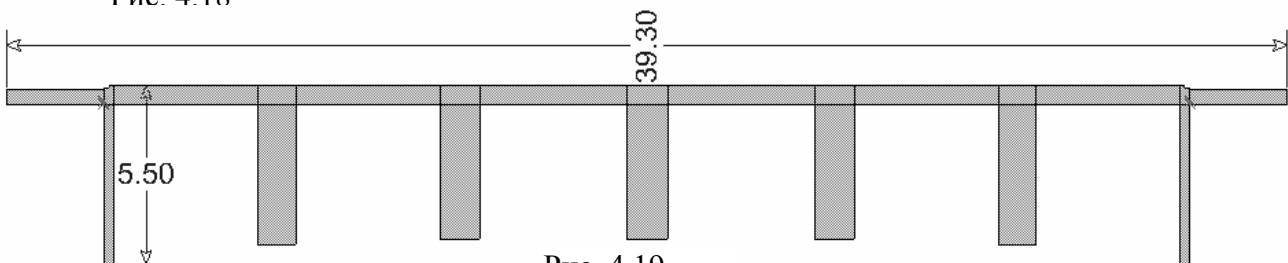

Рис. 4.19
11. В поле ввода **Grid Spacing** на панели инструментов введите множитель **0.5x**, чтобы размер клеток сетки сделать равным 0.05 мм. Убедитесь, что проводники совпадают с сеткой. Полученная топология с размерами, необходимыми для создания электромагнитной структуры, показана на рис. 4.19.